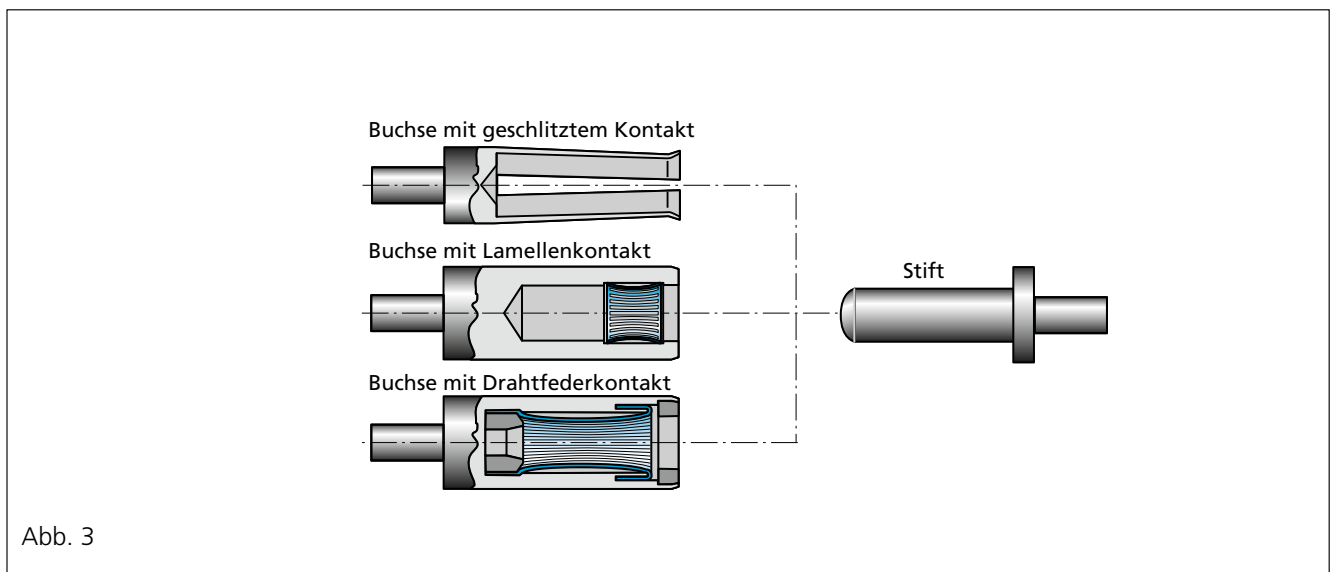

Abb. 3
Diese Kontakte unterscheiden sich nur im Buchsenteil, die Stifte sind gleich und in allen Fällen massiv (Abb. 3).
**Der ODU Springtac® Kontakt** bietet die höchste Anzahl von Berührungsflächen. Dabei werden die federnden Drähte einzeln montiert und optimal mit einem gedrehten Träger verbunden. Die einzelnen Drahtfedern kontaktieren und federn (unabhängig von einander – siehe Abb. 3 und 6).